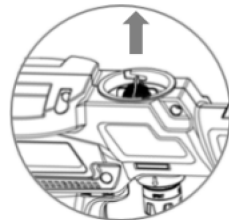

Рис. 29
3. Извлеките сетчатый фильтр. Промойте фильтр с чистящим средством используя мягкую щетку (рис. 29).